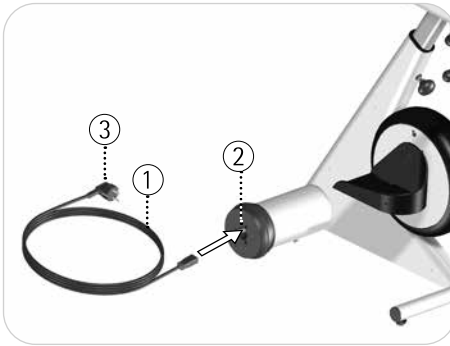

Fig. 4.7
Voir Fig. 4.7 Connectez le câble du secteur ① à la fiche IEC ② dans le moyeu de la roue du MOTomed. Faites attention à une connexion correcte. Branchez la fiche ③ du cordon d'alimentation secteur ① à une prise du courant au local.